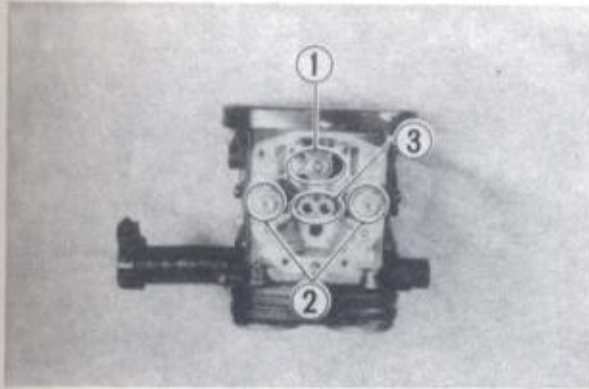

Bild 74
- Nadelventil (1), Hauptdüsen (2) und Vordüsen (3) entfernen (Bild 74).